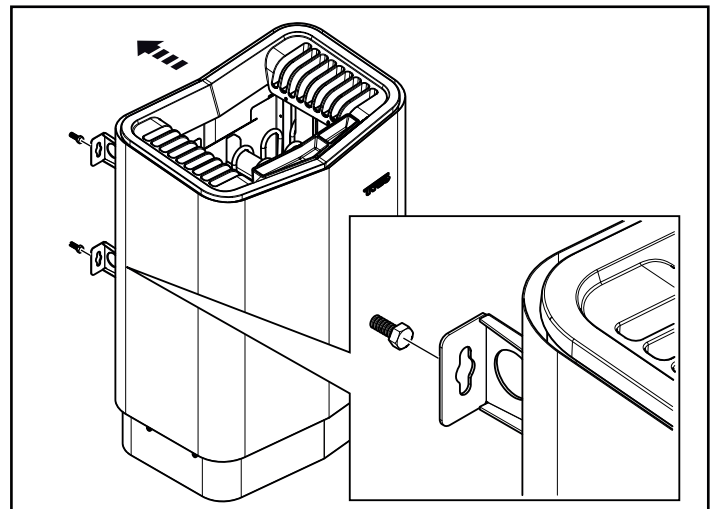

Abb. 13: Aufhängen des Ofens
11. Hängen Sie den Ofen an den Schrauben auf, siehe Abb. 13.